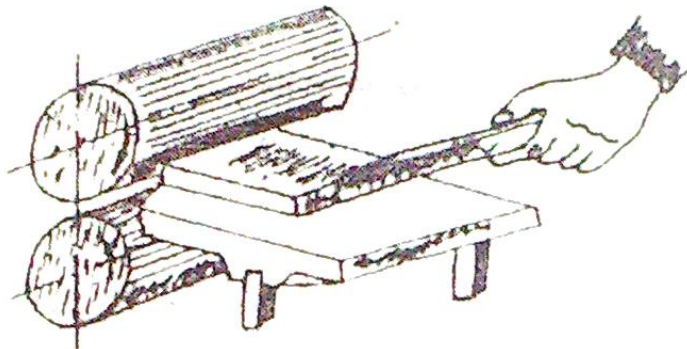

Рисунок 2.- Подача металла в валки с помощью деревянного бруса.
7.4 Запрещается задавать металл в валки руками; для задания металла в валки следует пользоваться вспомогательным деревянным брусом (рис.2), который предотвращает возможности попадания рук в валки.